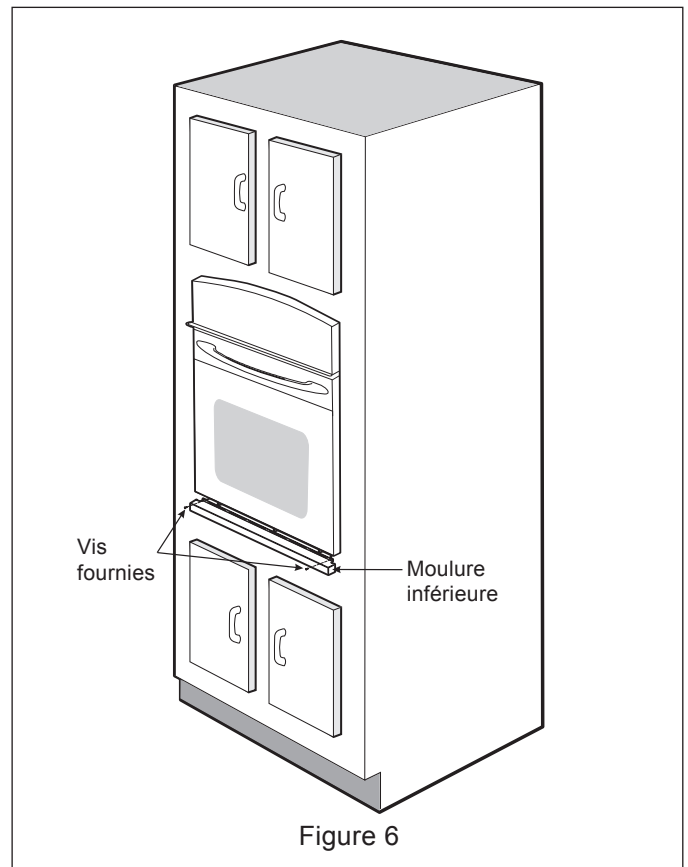

Figure 6
- B. Fixer la moulure en utilisant les vis fournies (voir Figure 6).